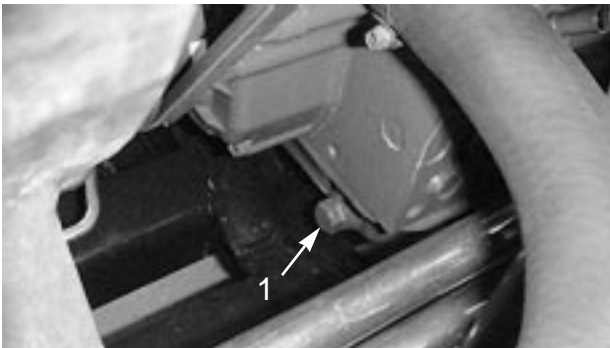

図 31
1. ドレン・プラグ（図31）を外してオイルを抜き、プラグを元通りに取り付ける。